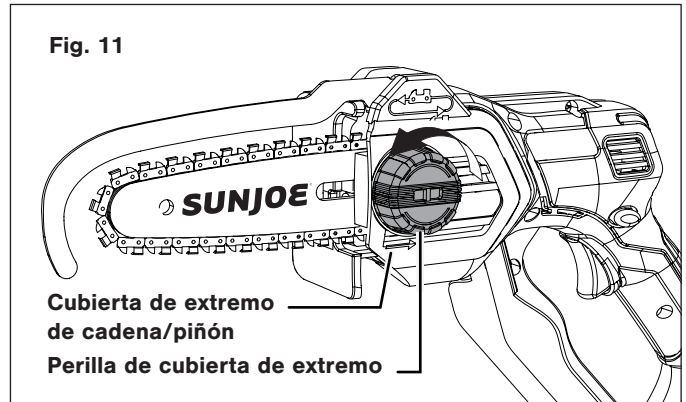

Fig. 11
1. Desenrosque la perilla de cubierta de extremo de cadena/piñón en sentido antihorario para liberar la cubierta de extremo de cadena/piñón (Fig. 11).